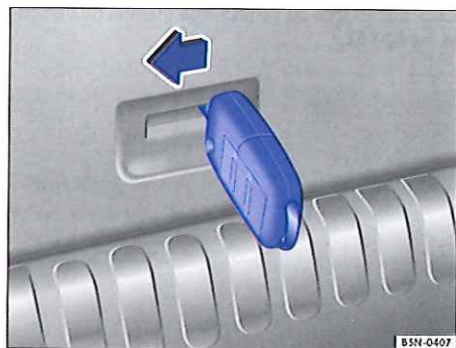

Fig. 213 Déverrouillage d'urgence du hayon : depuis le coffre à bagages avec la clé du véhicule.
- Faites passer le pannelon de la clé du véhicule dans l'ouverture du revêtement de hayon et appuyez dans le sens de la flèche ⇒ fig. 213 pour déverrouiller le hayon.